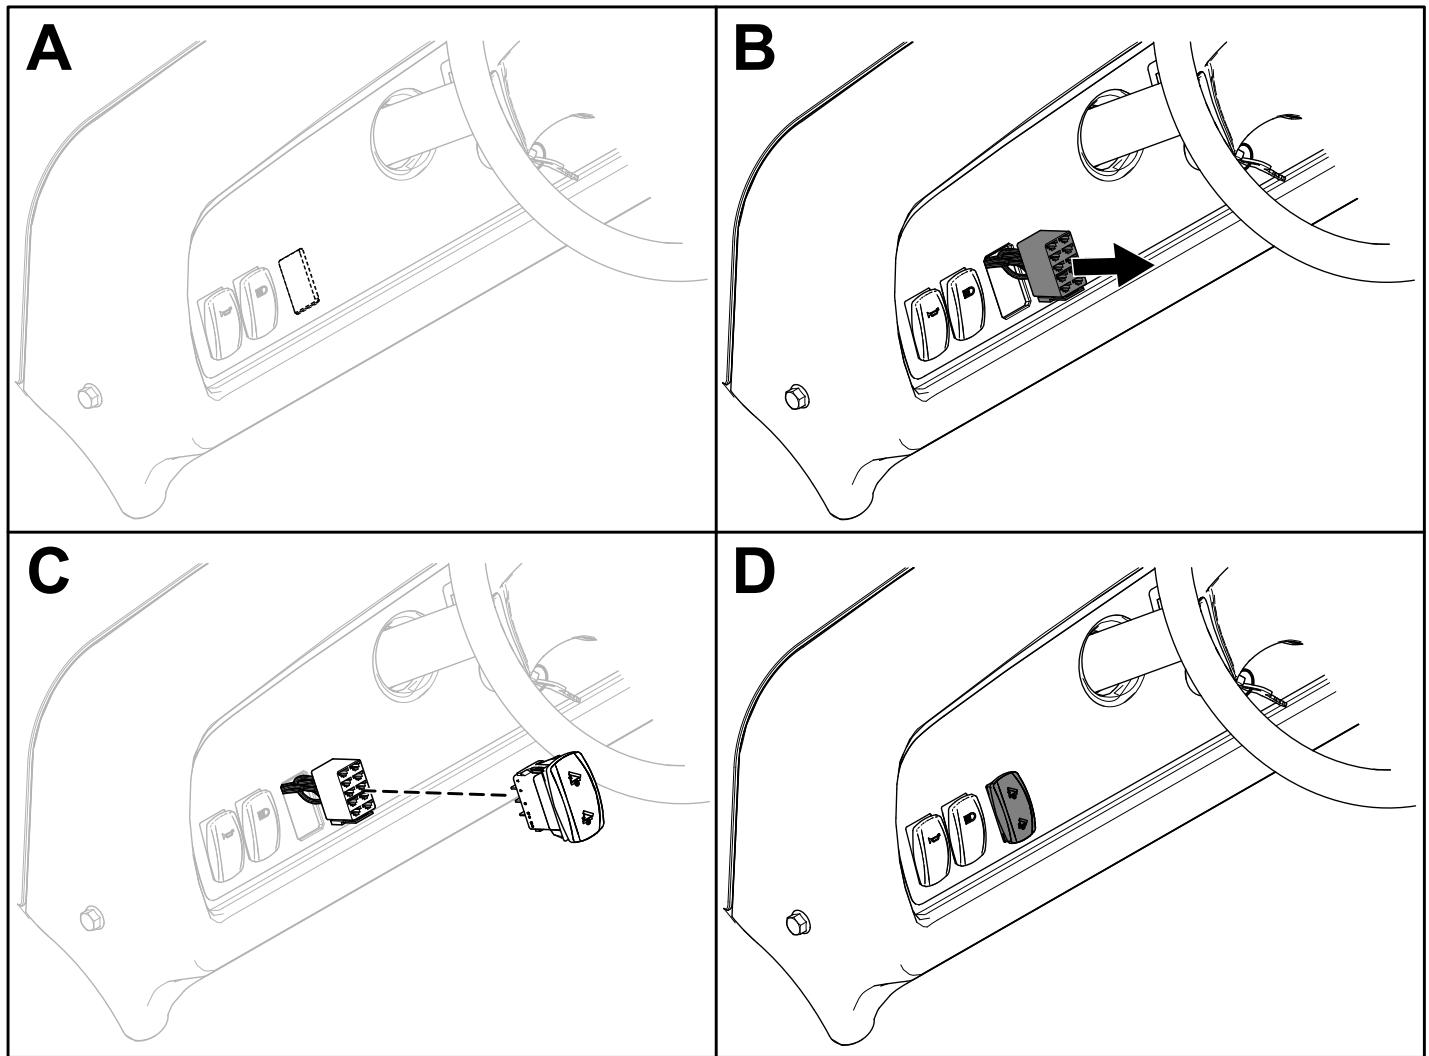

Figura 8
5. Prima o interruptor de elevação da plataforma para cima para estender o atuador (Figura 8).